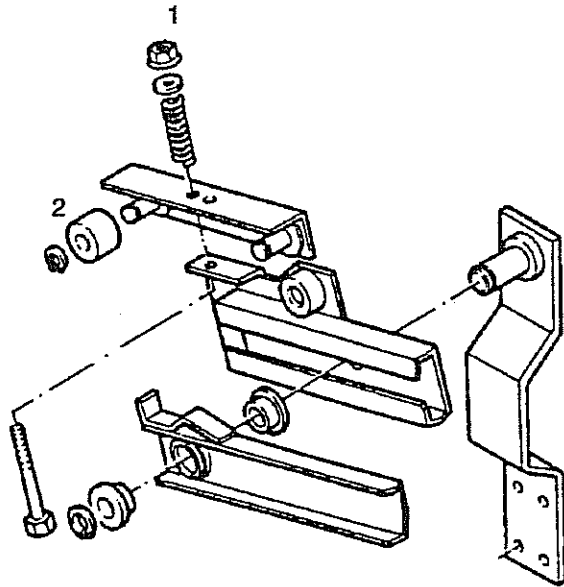

Fig. 2
b) Le réglage de la poussée des guichets en phase de fermeture s'obtient en vissant ou dévissant l'écrou (1 fig. 2).
Pour obtenir un réglage excellent il est nécessaire que le galet (2 fig. 2) ne sort pas de siège avant que le microcontact d'ouverture se soit produit.